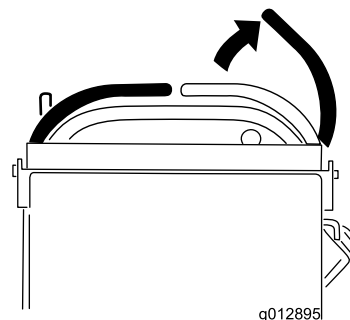

Figura 11
- Mettete in FOLLE le leve di controllo del movimento e spostate la leva di controllo del movimento di destra in posizione di BLOCCO IN FOLLE (Figura 11).